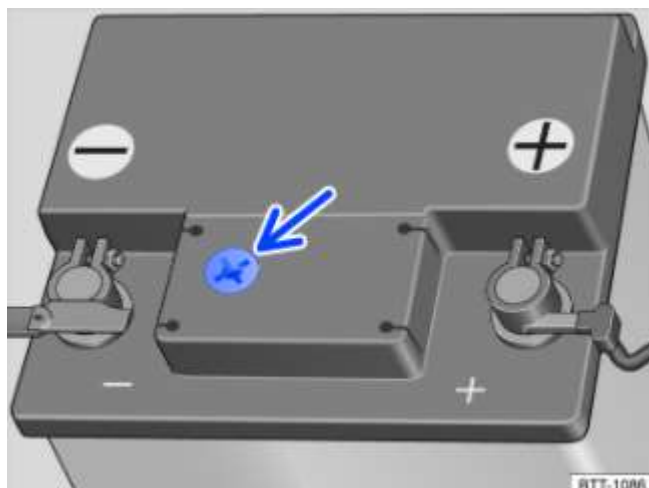

Fig. 193 Regard de batterie situé sur la face supérieure de la batterie 12 V (schéma de principe)
- Veillez à un éclairage suffisant pour vous permettre de distinguer clairement la couleur dans le regard circulaire situé sur la face supérieure de la batterie 12 V (flèche) ➔ Fig. 193. N'utilisez jamais de flammes nues ou d'objets incandescents pour vous éclairer.